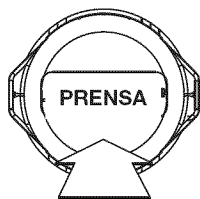

Fig. 21
5. Vuelva a colocar la tapa de tope alineando las lengüetas de la tapa con los orificios de traba de lengüeta de la bobina exterior y presione firmemente hacia abajo hasta que ambas lengüetas caigan nuevamente en su lugar. (Fig. 21)